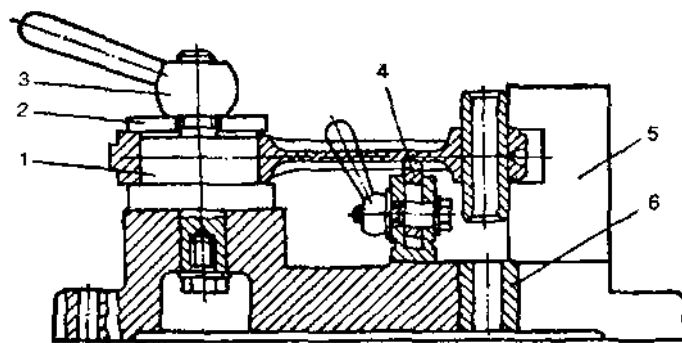

Рис. 2.28.1. Приспособление для контроля и рихтовки шатунов:
5. Параллельность оси и скрепление верхней и нижней головок шатуна удобно проверить на приспособлении. Непараллельность указанных осей допускается не более 0,04 мм на длине 100 мм. При необходимости при помощи опоры произведите рихтовку шатуна (рис. 2.28.1).